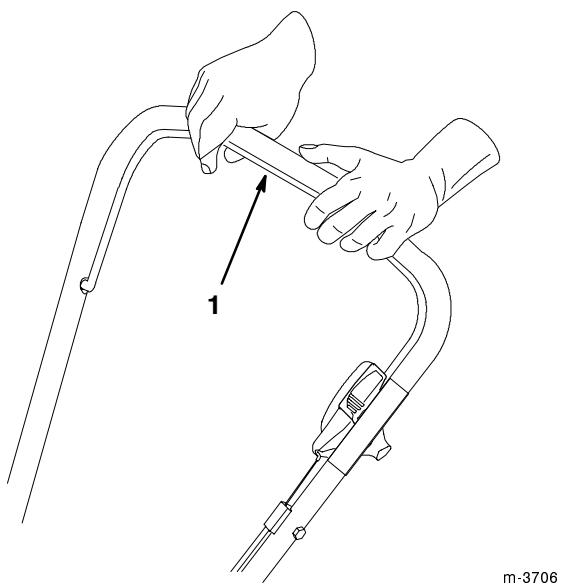

Figure 14
4. Serrer la barre de commande contre la poignée (Fig. 14).